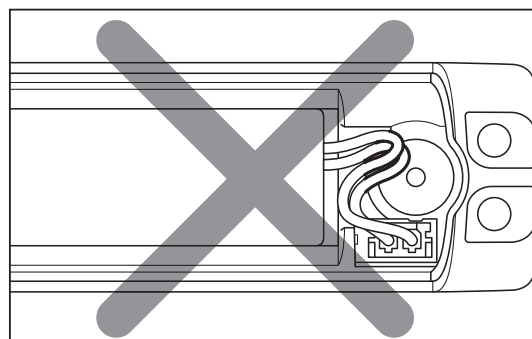

図 17
- ・ バッテリーコードがねじ穴にかからないようにしてください。カバーが取り付けられない恐れがあります。また、無理にカバーを取り付けると断線の恐れがあります。（図 17）